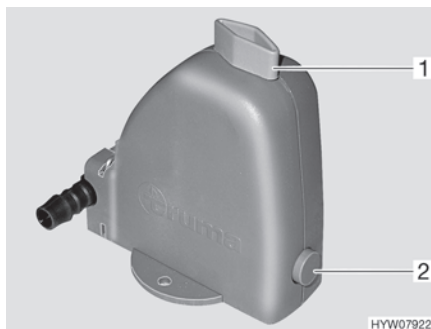

Bild 177 Säkerhets-/avtappningsventil
Värmesystemet är utrustat med en säkerhets-/avtappningsventil (Bild 177). Säkerhets-/avtappningsventilen gör så att vattnet i varmvattenberedningen inte fryser till is när det är frost och värmesystemet inte är påslagen.
- Stäng säkerhets-/avtappningsventilen. Ställ vredet (Bild 177,1) diagonalt mot säkerhets-/avtappningsventilen och tryck in tryckknappen (Bild 177,2).
- Öppna säkerhets-/avtappningsventilen. Vrid då vredet (Bild 177,1) mot säkerhets-/avtappningsventilen. Tryckknappen (Bild 177,2) skjuts ut. Nu töms varmvattentanken via säkerhets-/avtappningsventilen utomhus.